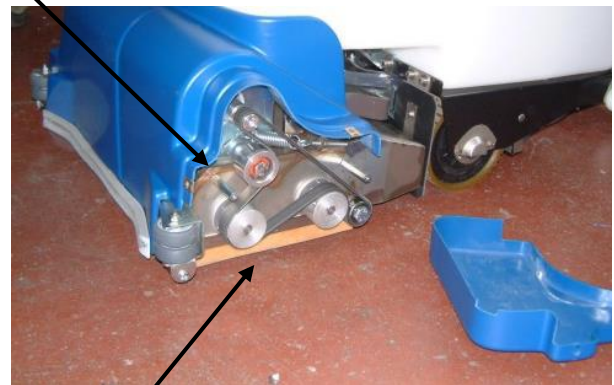

ABBILDUNG 3.2
- **Quetschschutz:** Um Quetschverletzungen des Bedieners bei Rückwärtsfahrt zu vermeiden, ist an dieser Maschine eine Sicherung eingebaut (Detail 2 in Abbildung 3.2), bestehend aus einem Notfall-Hebelmechanismus, der bei Berührung des Bauchs des Bedieners die Maschine blockiert (und die Fahrtrichtung für einige Meter umkehrt), so dass der Stoß bzw. die Quetschung aufgrund eines falschen Manövers vermieden oder so weit wie möglich reduziert wird.